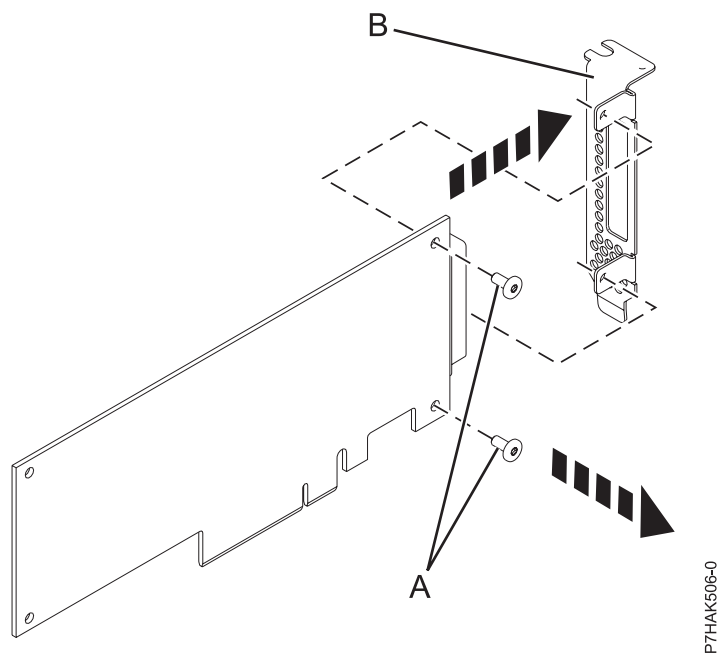

Figura 31. Remover um contraponto de perfil baixo de um adaptador PCI avariado
- Utilizando uma chave de parafusos Phillips, desaperte os dois parafusos (A) que fixam o contraponto (B) ao adaptador PCI avariado, conforme demonstrado em Figura 31.